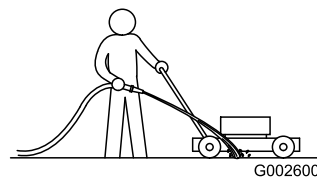

Figure 37
3. Mettez le moteur en marche et engagez la lame, puis dirigez un jet d'eau devant la roue arrière droite (Figure 37).